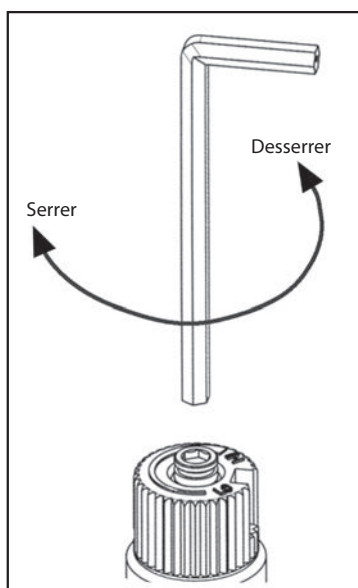

Figure 39: Enlever la vis de la vanne.
- b) Insérez une clé Allen de 5/32" ou 4 mm dans la rainure hexagonale de la vis (voir la Figure 39), tournez-la dans le sens inverse des aiguilles d'une montre jusqu'à ce qu'elle soit libre et extrayez-la.
- e) À l'aide de la clé Allen comme illustré à la Figure 39, tournez la vis dans le sens des aiguilles d'une montre jusqu'à un couple de 9 pouces-livres. **ATTENTION!** Ne pas trop serrer la vis. Il est recommandé de saisir la clé par le côté court.